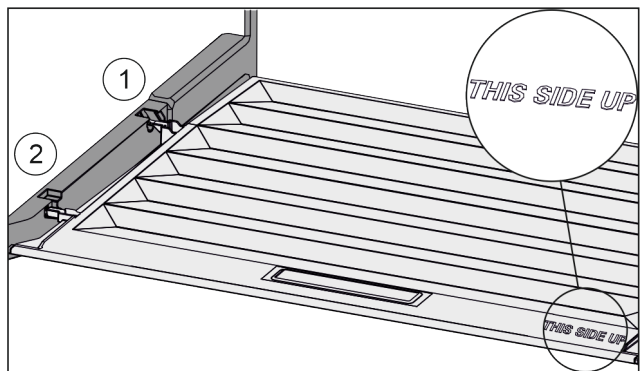

Fig. 90
- ▶ Вставить поперечные ребра крышки через отверстие заднего держателя Fig. 90 (1) и защелкнуть спереди в держателе Fig. 90 (2).